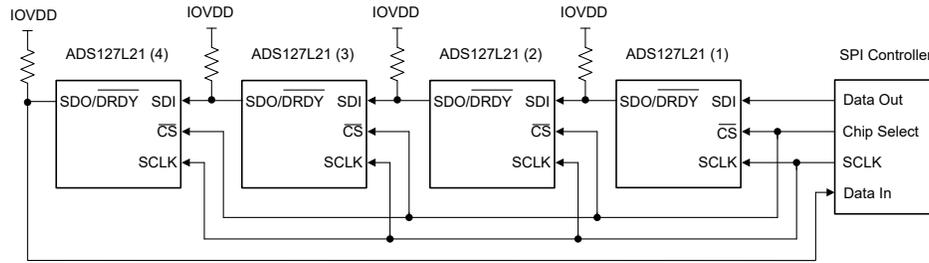

図 7-42. デイジー チェーン接続
デイジーチェーン構成で接続された 4 台のデバイスを、図 7-42 に示します。ADS127L21 (1) の SDI はホストの SPI データ出力に、ADS127L21 (4) の $\text{SDO}/\overline{\text{DRDY}}$ はホストの SPI データ入力に接続します。シフト動作は、チェーン内のすべてのデバイスで同時に行われます。各 ADC が変換データのシフトを完了すると、SDI のシフトインされたデータが $\text{SDO}/\overline{\text{DRDY}}$ に出されます。次に、このピンはチェーン内の次のデバイスの SDI を駆動します。シフト動作は、チェーン内の最後のデバイスに到達するまで続けられます。 $\overline{\text{CS}}$ が High になると、SPI フレームは終了します。この時点で、各デ
図 7-42 のデイジー チェーンにおけるレジスタの書き込み動作の詳細な入力データ シーケンスを 図 7-44 に示します。各 ADC について、40 ビットのフレームが示されています (データが 24 ビットに加えて、STATUS および CRC バイトがイネーブル)。コマンド動作は、ADC ごとに異なる場合があります。レジスタの読み取り動作では、レジスタのデータを読み取るために 2 番目のフレーム動作が必要です。
図 7-42 に記載されているデバイス接続から変換データを読み取るためのクロック シーケンスを、図 7-45 に示します。この例は、32 ビットの出力フレーム (データが 24 ビットに加えて、CRC バイトがイネーブル) を示しています。シーケンス内の最初は ADC (4) の出力データで、次に ADC (3) のデータ、以後同様に続きます。フレームあたりのビット数にチェーン内のデバイス数を乗算した値が、データをシフトアウトするために必要なクロック数です。この例では、出力フレームが 32 ビット × 4 つのデバイスで、合計クロック数は 128 です。